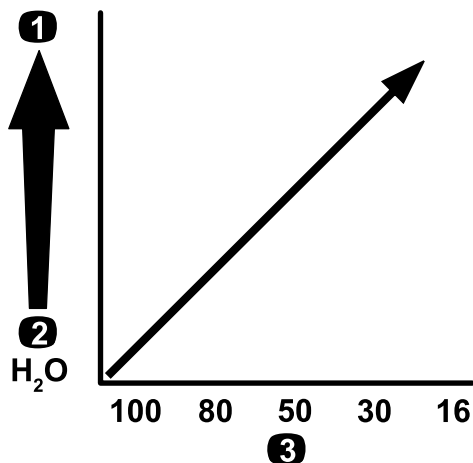

Figure 63
**Important:** Si vous pulvérisez des produits chimiques de viscosité plus élevée (plus épais) ou des solutions avec poudres mouillables, vous devrez peut-être utiliser un maillage plus grossier pour le filtre de pression optionnel ; voir Figure 63.